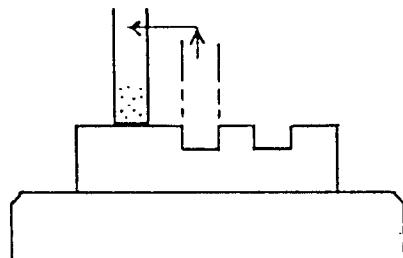

図2-22
- ⑯ 第3溝の研削位置決めをする。
- ・(2) ⑭ 参照(図2-22)